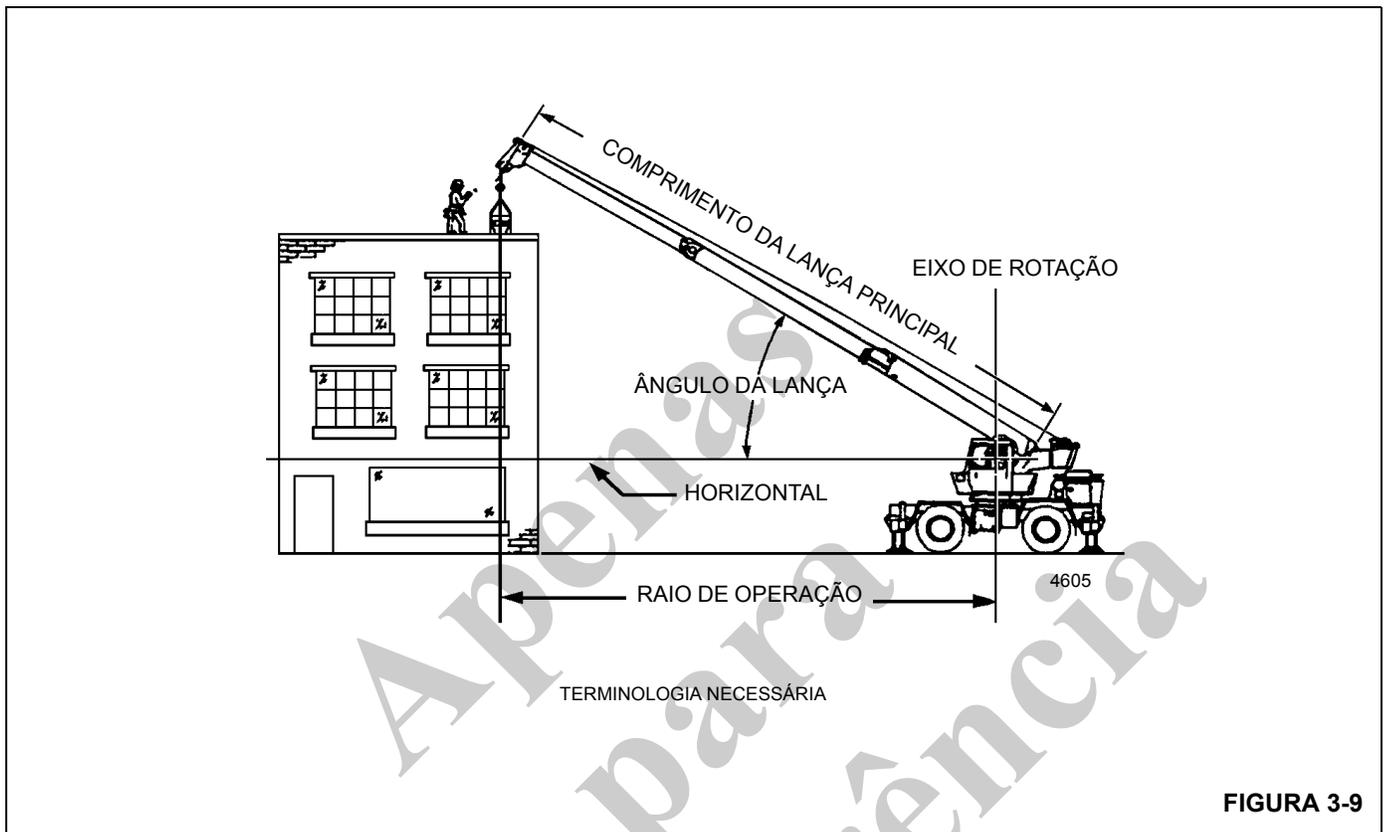

FIGURA 3-9
**NOTA:** Consulte a (Figura 3-9) para os termos que devem ser conhecidos na determinação das capacidades de elevação.